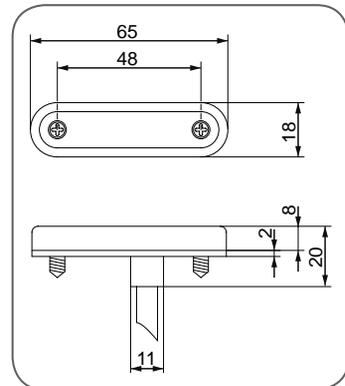

Fig. 12 - Voyant lumineux
1. Installez le voyant voir ► Fig. 12 dans le champ de vision arrière du conducteur.